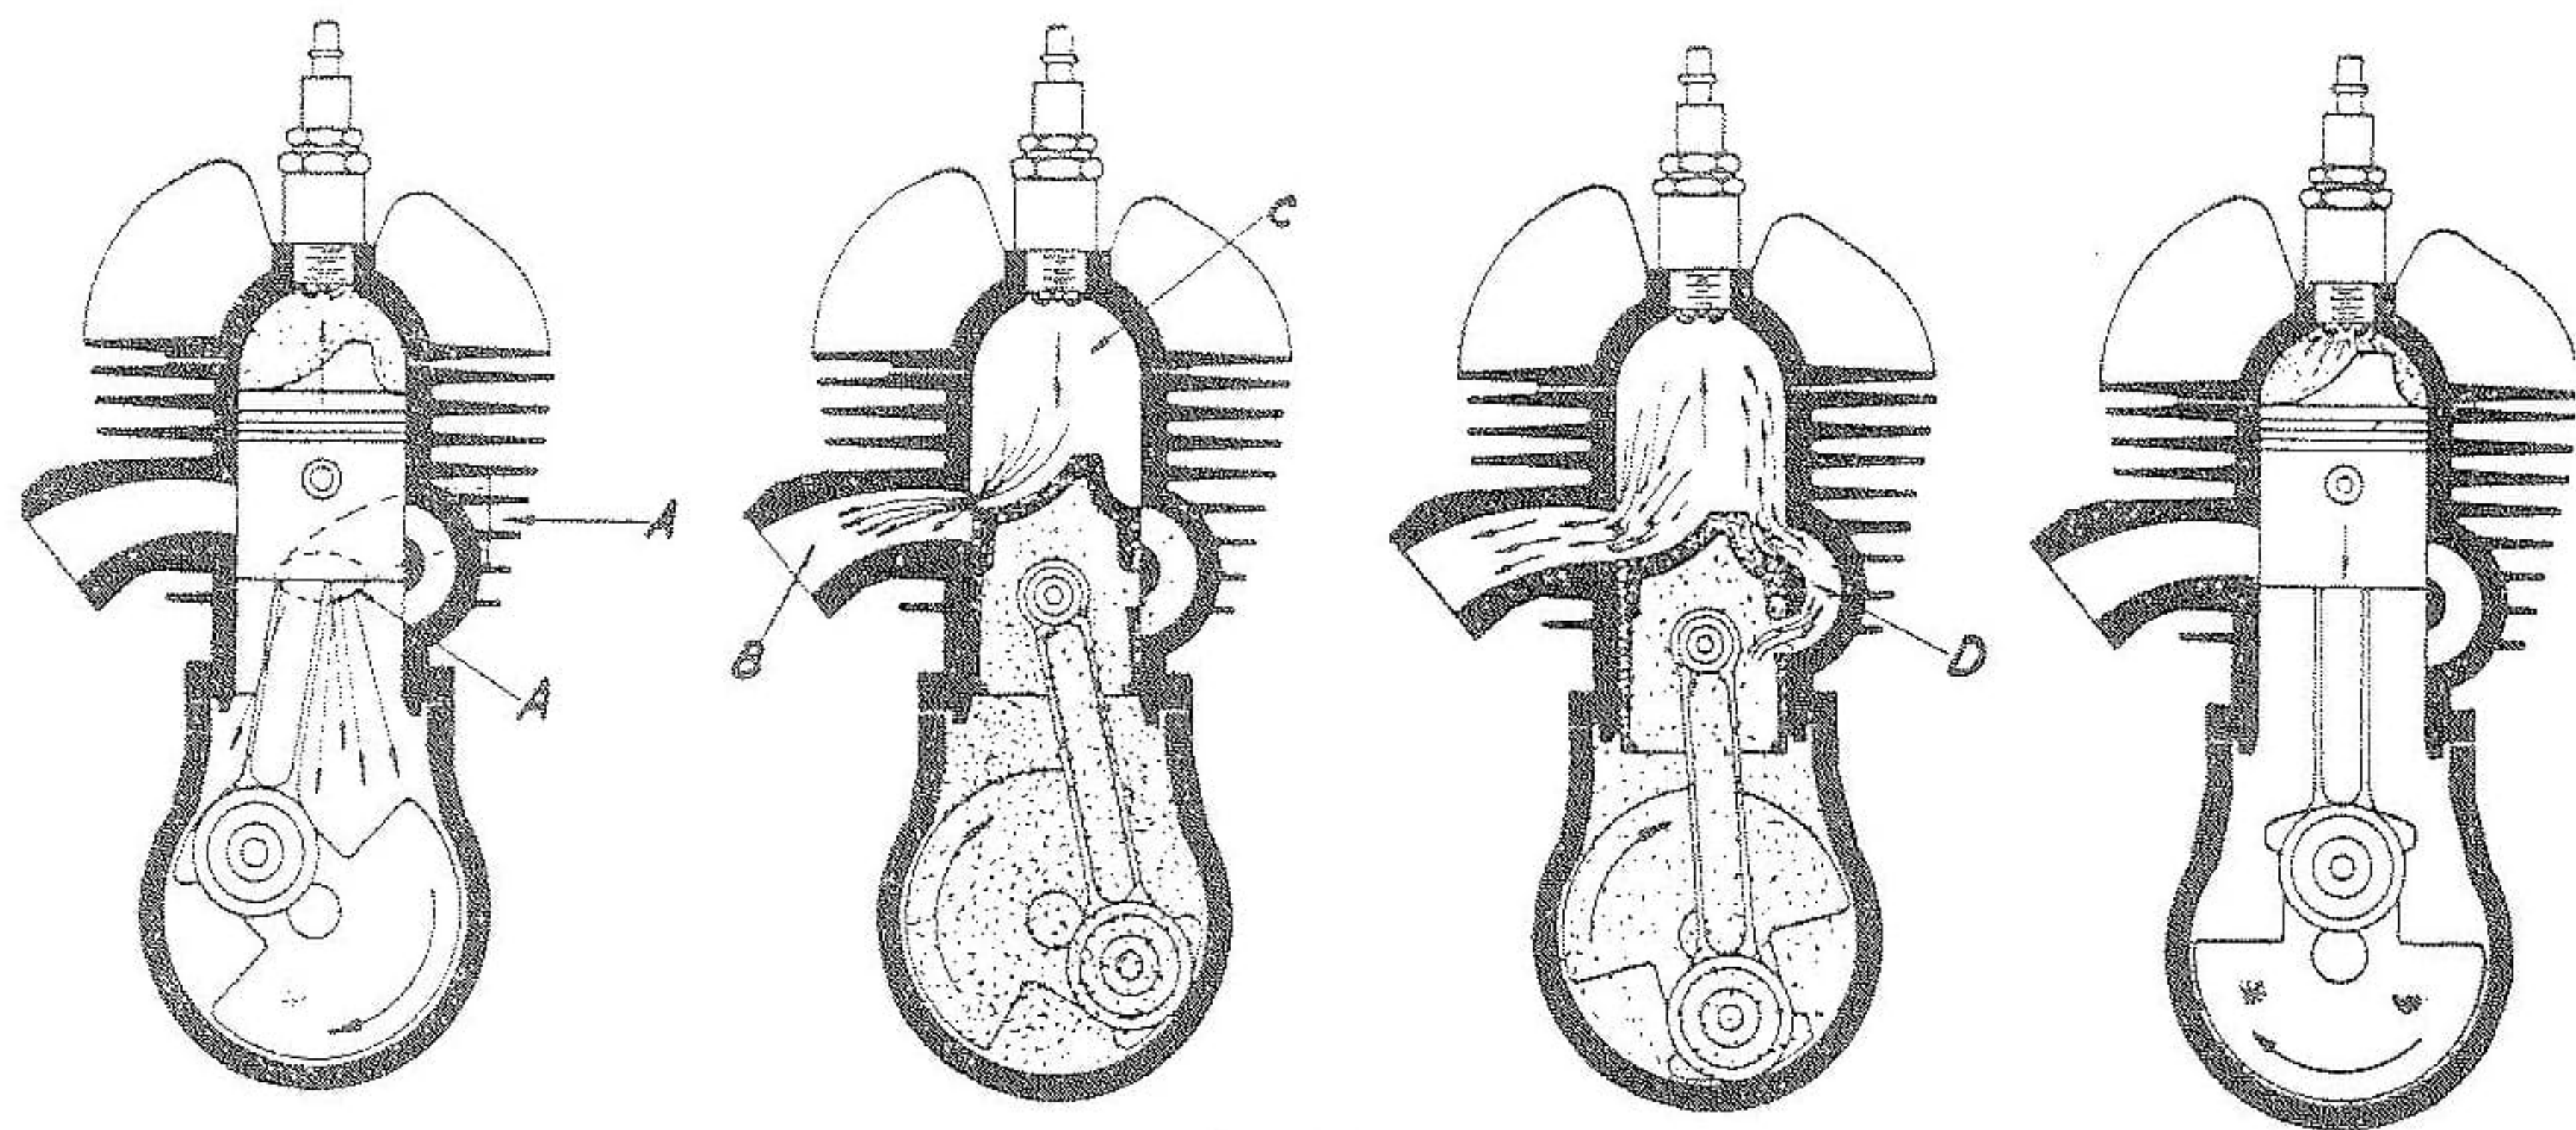
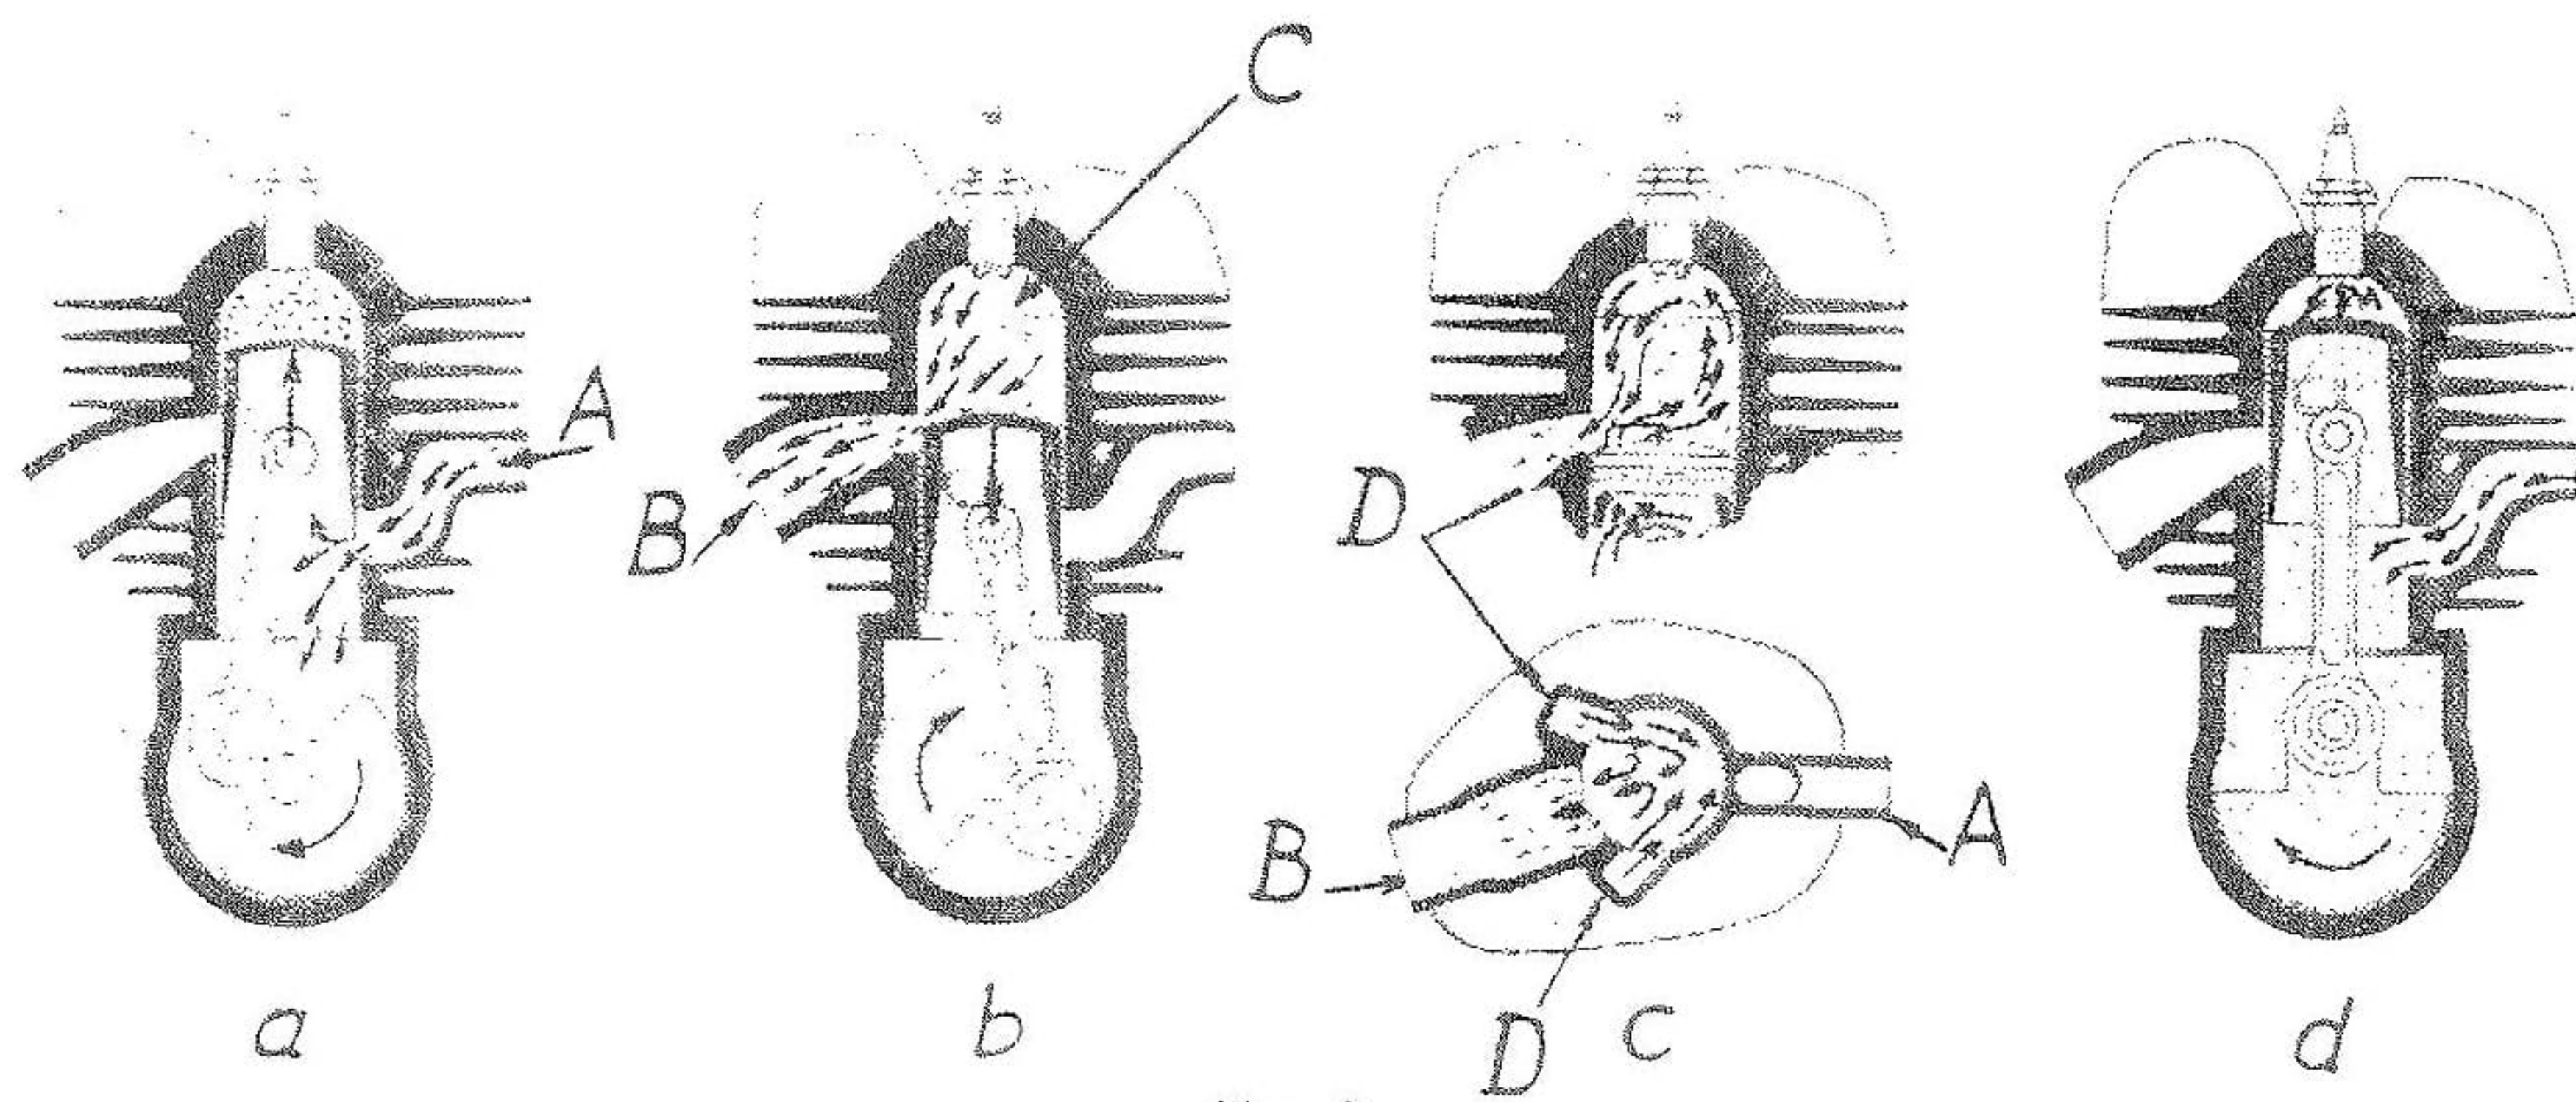

Fig. 1
Fig. 2
Husqvarna 120 cc motor är en s.k. okomplicerad 2-taktsmotor, vilket innebär att vevhuset deltagar i arbetsförloppet och fungerar som spolpump. När kolven rör sig från botten- till toppläge uppstår undertryck i vevhuset. Ett stycke före toppläget blottas av kolvens underkant en kanal A (se fig. 1 och 2) som står i förbindelse med förgasaren. Luft suges då in genom förgasaren, där bränsle tillföres i lämplig proportion, genom kanalen A, in i vevhuset och i utrymmet i kolven. Insugning i vevhuset pågår från det kanalen blottats och fortsätter under kolvens rörelse uppåt till toppläget. Emedan den inströmmande gasen har stor hastighet fortsätter inströmningen även en tid efter det kolven vänt och börjat röra sig från topp till bottenläge. Kanalen (A) öppning vid cylinderväggen har en sådan höjd att kanalen åter stänges av kolven när denna på nedåtgående börjat komprimera gasen i vevhuset så mycket att den i annat fall skulle vända och åter strömma ut genom förgasaren.
Under kolvens fortsatta rörelse mot bottenläge komprimeras gasblandningen i vevhuset. Nästa moment inträffar när kolvens övre kant frilägger avgaskanalen B. Gaserna från föregående arbetstakt rusa ut och trycket i förbränningsrummet C sjunker. När kolven gått ytterligare ett stycke nedåt och trycket i C sjunkit till ett lämpligt värde frilägger kolvens övre kant kanalen D resp. kanalerna D och den i vevhuset befintliga, komprimerade gasblandningen rusar upp i cylindern. Detta är spolmomentet, beträffande vilket vi urskilja två system, det äldre systemet på mc 24, fig. 1 och det nya systemet på mc 27, och senare typer, fig. 2.
Vi betrakta först fig. 1, tvärspolningen. Genom kolvtoppens utformning riktas spolströmmen uppåt mot cylinderns topp, utfyllande cylindervolymer och utdrivande de sista resterna från föregående arbetstakt.
Vi titta nu på fig. 2, vändspolningen. På grund av de två spolkanalernas D riktning mötas de två spolströmmarna ett stycke framför cylinderns bakre vägg och tvinga därefter varandra att böja av uppåt längs den bakre väggen mot cylindertoppen. Cylindervolymen utfylles och kvarvarande rester från föregående förbränning utdrives. De två spolströmmarna stryka över en relativt stor kolvyta, kylande denna, och *vänder* därefter uppåt-framåt, därav namnet *vändspolning*. Kolven uppnår under spoltempot bottenläget, vänder och sluter först D och därefter B. I cylindern är nu en färsk gasblandning innesluten och denna komprimeras under kolvens rörelse uppåt. Strax innan kolven når toppläget (förtändning 4,5 mm) utlöses gnistan i tändstiftet, gasblandningen antändes och förbrinner på den tid det tager för kolven att uppnå och något överskrida toppläget. Det är vad man benämner förbränning vid konstant volym, d.v.s. kolven hinner ej röra sig nämnvärt under själva förbränningen. Vid förbränningen frigöres den i